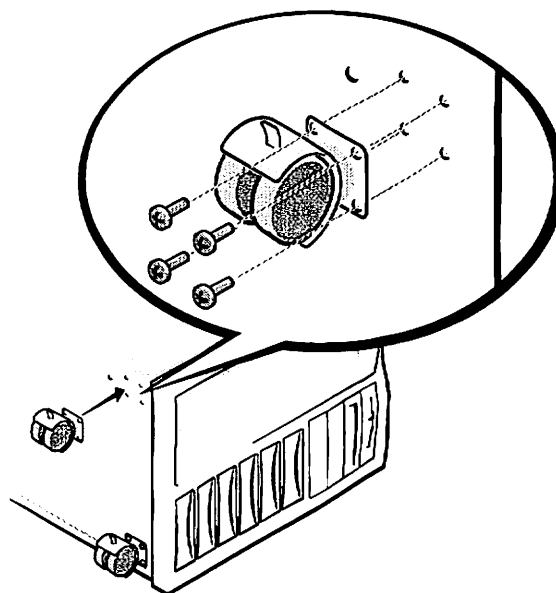

Figure 2. Attache des roulettes
3. Attachez une roulette à chaque coin (voir la figure 2).